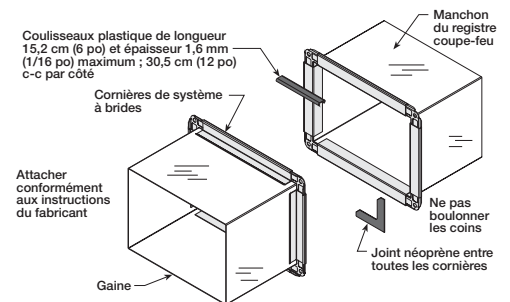

Figure 10 — Raccordements séparables
- a. Poser le système de raccordement fabriqué par Ductmate, Ward ou Nexus. Voir la Figure 10.